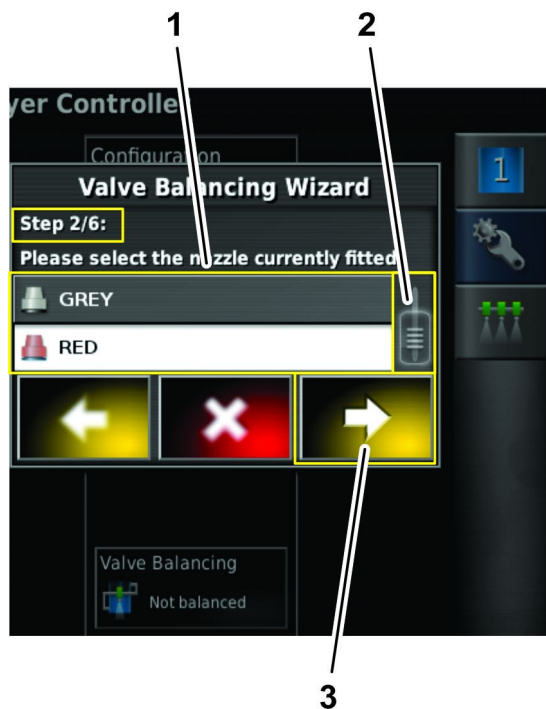

Рисунок 48
2. На этапе 2 мастера балансировки клапанов перетащите ползунок полосы прокрутки так, чтобы отобразилось распылительное сопло, конфигурацию которого вы создаете, а затем нажмите на значок сопла из выпадающего списка (Рисунок 48).
3. Нажмите стрелку «Далее» (Рисунок 48).